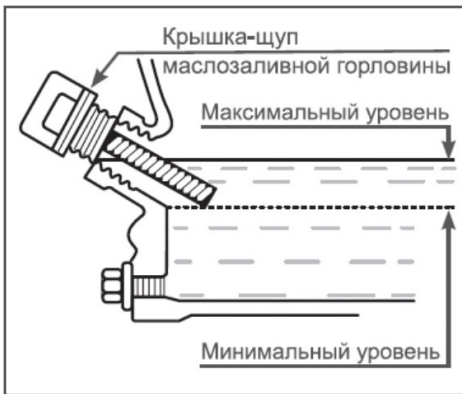
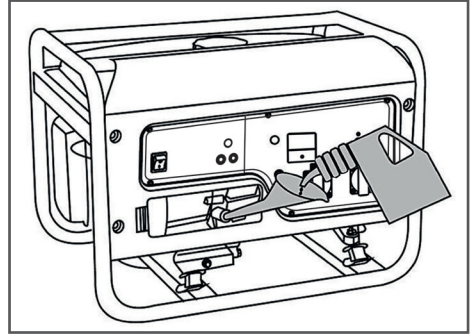

Рис. 6 Проверка уровня масла в картере
Рис. 7 Заправка двигателя генератора маслом
3. Открутите крышку-щуп маслозаливной горловины и извлеките щуп (Рис. 6).
4. Залейте необходимый объем масла рекомендованной категории и вязкости, соответствующей температуре окружающего воздуха (Рис. 7).
6. Аккуратно вытащите щуп и осмотрите его. Уровень масла должен соответствовать верхней отметке на щупе. При недостаточном уровне масла в картере необходимо долить чистое масло (Рис. 7) до верхней отметки на щупе, что соответствует нижней кромке заливного отверстия (Рис. 6).